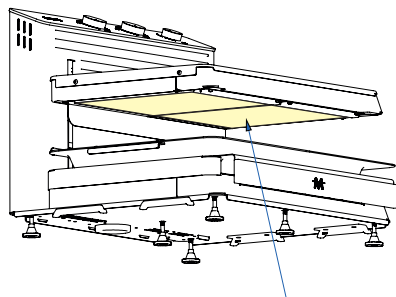

Figure 25
- Les modèles MiiTi 06 sont équipés de 2 verres de protection du filament (Figure 25).